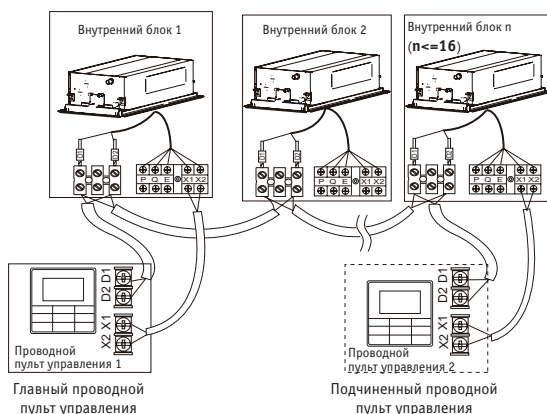

Рис. 8.8
- Используйте один или два (один главный и один подчиненный) проводных пульта ДУ для управления несколькими внутренними блоками (см. рис. 8.8);